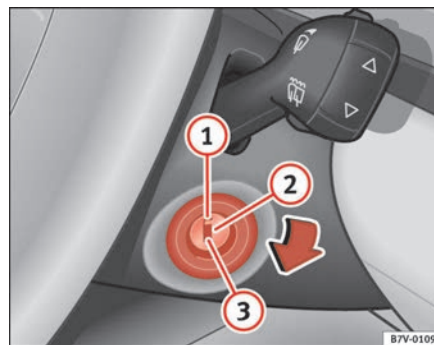

Abb. 125 Stellungen des Zündschlüssels
In der Stellung \Rightarrow Abb. 125 ① ist die Zündung ausgeschaltet und die Lenkung kann gesperrt werden.
- Drehen Sie den Zündschlüssel in Stellung ⇒ Seite 165, Abb. 125  zum Anlassen des Motors.
- Drehen Sie den Zündschlüssel in Stellung ⇒ Seite 165, Abb. 125 ②. Die Kontrollleuchte  leuchtet, solange vorgeglüht wird.
- Wenn die Kontrollleuchte nicht (mehr) leuchtet, drehen Sie den Zündschlüssel in Stellung ③ zum Anlassen des Motors – geben Sie kein Gas.
- Drehen Sie den Zündschlüssel in Stellung ⇒ Seite 165, Abb. 125 ①.